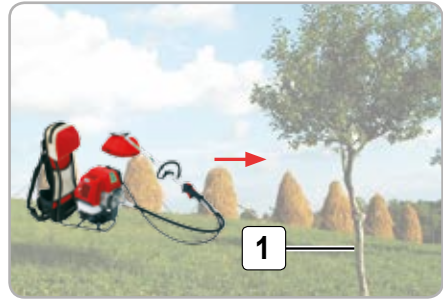

Fig.14
- Înainte să începeți să cosiți fixați-vă un punct de reper (1) orientativ către care urmează să vă deplasați. Cosirea se poate face prin orientarea mânerelor consecutiv către dreapta sau stânga în funcție de modul propriu de cosit. Fig. 14